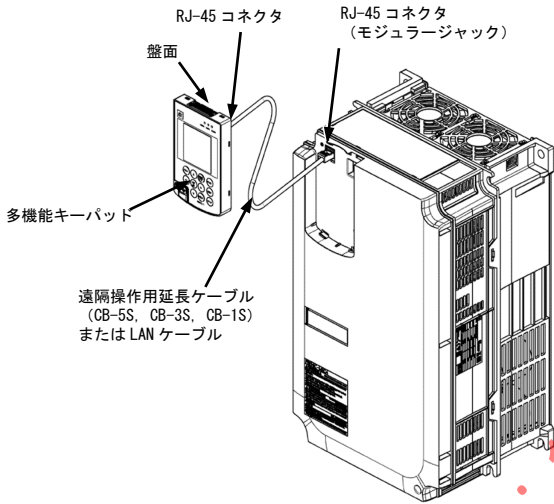

図 2.4 インバータとの接続
(1)～(3)の手順(図 2.2(a), 図 2.3(a), 図 2.4)を参照してください。
従来品(TP-G1, TP-E1U)のパネルカットを利用可能です(図 2.2(b), 図 2.3(b), 図 2.4 参照)。この場合の保護等級は IP40 となります。また microSD カードや電池を挿抜する際は、キーパッドを盤から取り外して行ってください。
(3)の手順(図 2.4)を参照してください。